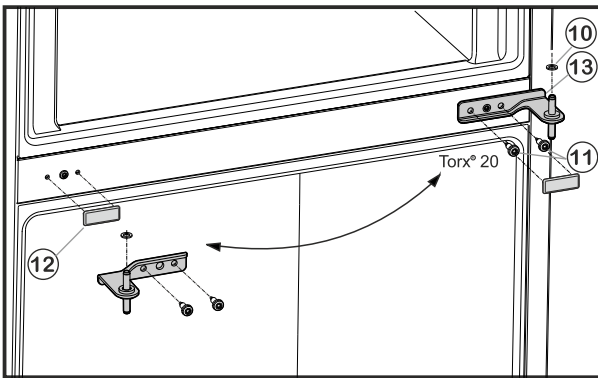

Fig. 6
- ▶ Odvijte pričvrstne vijke Fig. 6 (11) (2 puta Torx® 20) i izvucite podložak ležaja u sredini iz donjih vrata.
- ▶ Skinite plastičnu pločicu Fig. 6 (10).
- ▶ Oprezno skinite poklopac Fig. 6 (12).
- ▶ Ponovo stavite poklopac Fig. 6 (12) na suprotnoj strani.
- ▶ Podložak ležaja u sredini Fig. 6 (13) umetnite u donja vrata okrenut za 180° pa ga pričvrstite vijcima Fig. 6 (11) (2 puta Torx® 20) **pritegnite čvrsto (s 4 Nm)** na novu stranu šarki.
- ▶ Ponovo postavite plastičnu pločicu Fig. 6 (10).
- ▶ Stavite gornja vrata na podložak ležaja u sredini Fig. 6 (13).